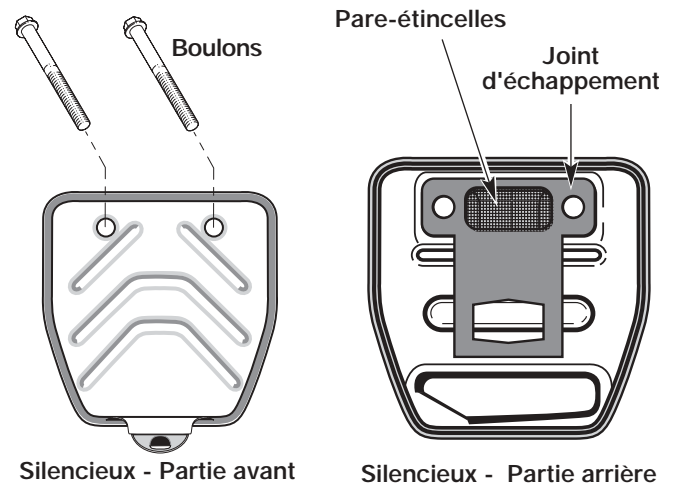

Figure 26
2. Repérez le devant du silencieux et les deux (2) boulons qui le retiennent au moteur (Fig. 26). Retirez les deux (2) boulons à l'aide d'un tournevis à lame plate, d'une douille de 5/16 po ou d'un tourne-écrou. Retirez le silencieux du moteur.
3. Retournez le silencieux vers l'arrière et repérez le joint d'échappement. Retirez le joint d'échappement (Fig. 26).
7. Placez le joint d'échappement contre l'arrière du silencieux. Alignez les trous de boulon du joint d'échappement avec les trous de boulon du silencieux. Tout en maintenant le joint d'échappement en place, insérez les boulons sur le devant du silencieux (Fig. 26).